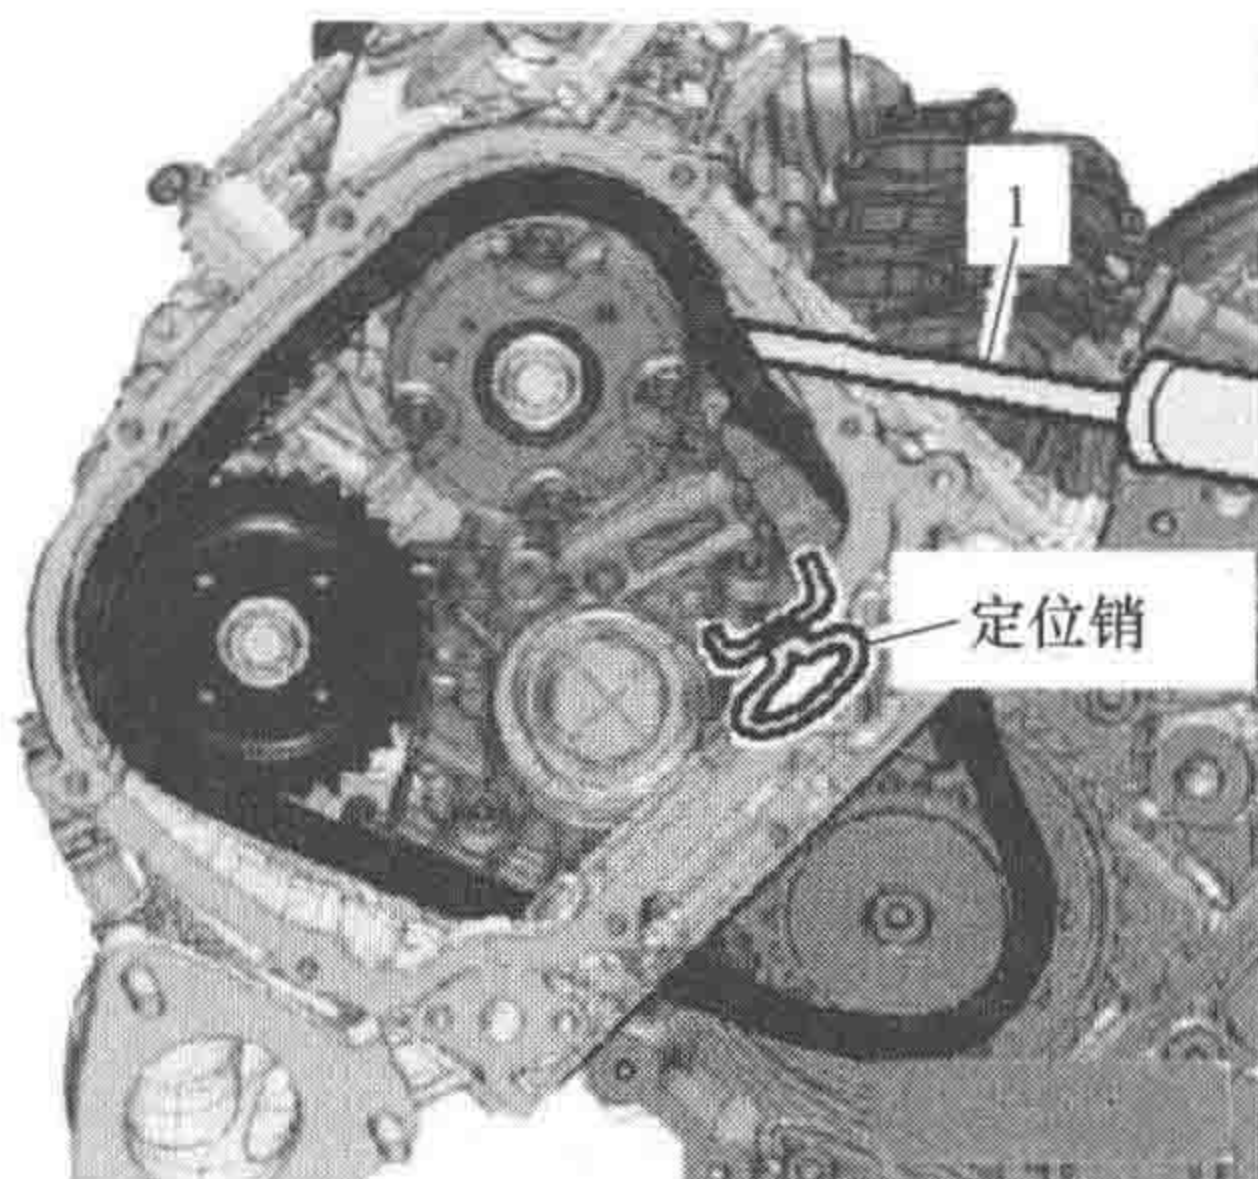

图 1-1-15
(7) 如图 1-1-15 所示，用一把螺钉旋具 1 向内按压左侧（或右侧）凸轮轴正时链条张紧器的滑轨到极限位置，用定位销卡住链条张紧器。
(8) 固定住相关凸轮轴调节器，然后松开调节器安装螺栓。
(9) 固定住相关凸轮轴链轮，然后松开凸轮轴链轮安装螺栓。
(10) 用记号笔标记凸轮轴调节器和凸轮轴链轮的安装位置，以便重新安装。